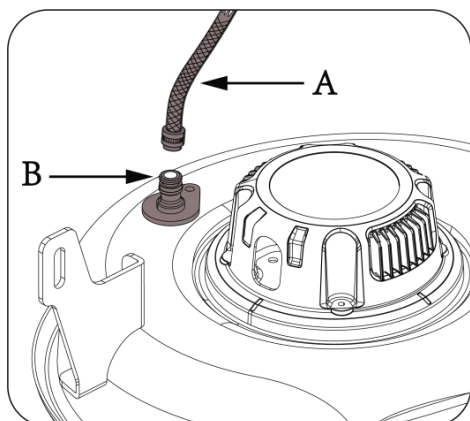

Figure 5.3
2. Raccordez un tuyau d'eau (fig. 5.3.A) à l'un des deux raccords spécifiques (fig. 5.3.B) et ouvrez l'arrivée d'eau.